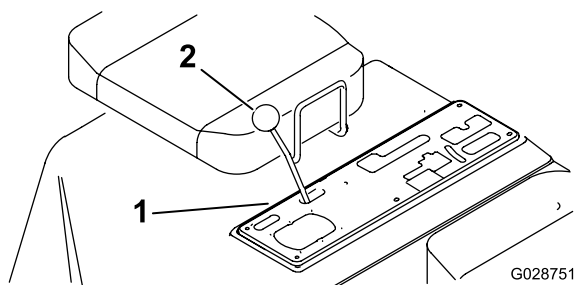

Рисунок 12
1. Снимите все ручки с рычагов среднего пульта (Рисунок 12).
2. Выверните 6 винтов, которые крепят наружный край плоской крышки среднего пульта к раме, и снимите плоскую крышку (Рисунок 12).